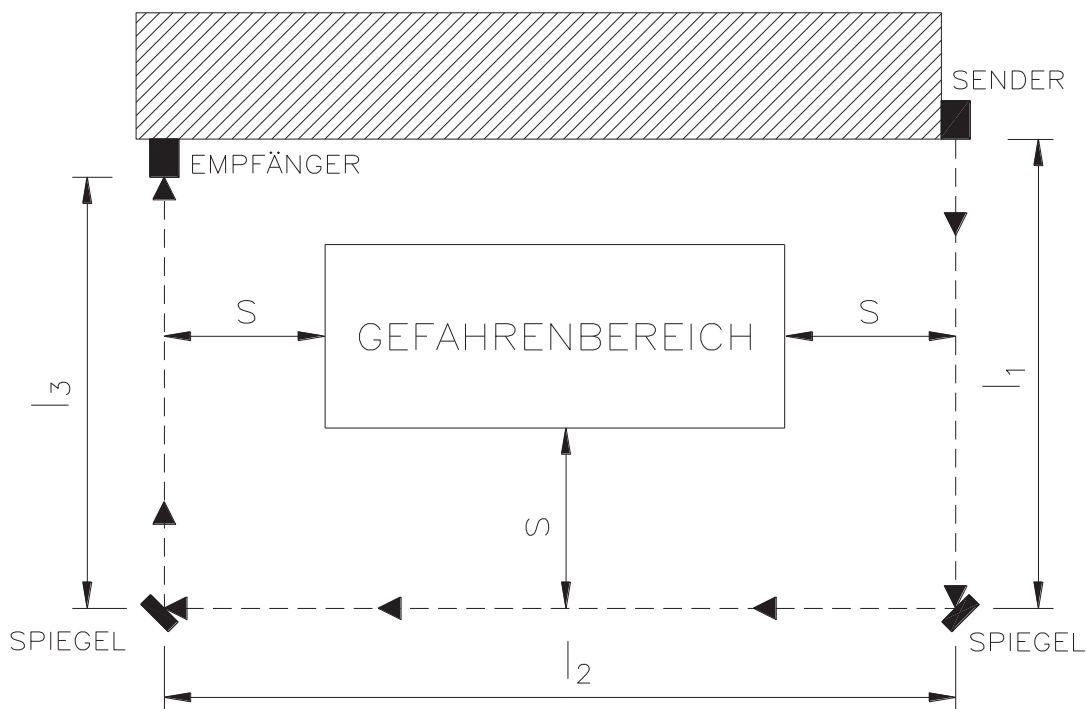

Bild 7 - Ablenkspiegel
- Die Spiegel so positionieren, dass der Mindestsicherheitsabstand **S** (Bild 7) auf beiden Seiten des Zugangs zum Gefahrenbereich eingehalten wird.